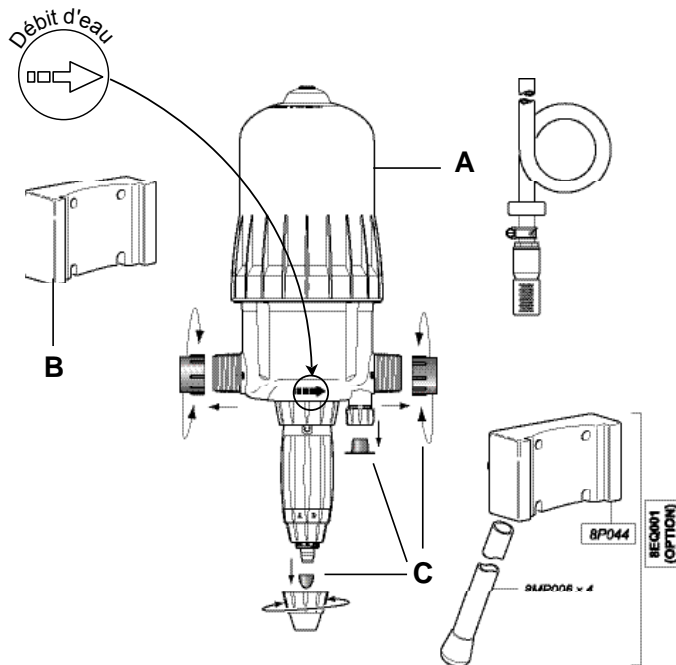

Fig. 1
- Engager les queues d'aronde du DOSATRON (Fig. 1-A) dans le support mural (Fig. 1-B).
- Enlever les bouchons de protection (Fig. 1-C) qui obturent les orifices de votre DOSATRON avant de le raccorder sur le réseau d'eau.